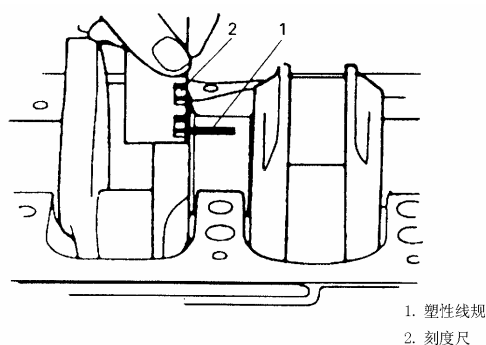

Рис. 4-128.
(5). Как показано на Рис. 4-128, проверить зазор коренного подшипника с помощью пластмассового шаблона. Если величина измеренного зазора выходит за пределы диапазона допустимых значений, установить вкладыш подшипника с большей толщиной и измерить зазор повторно.